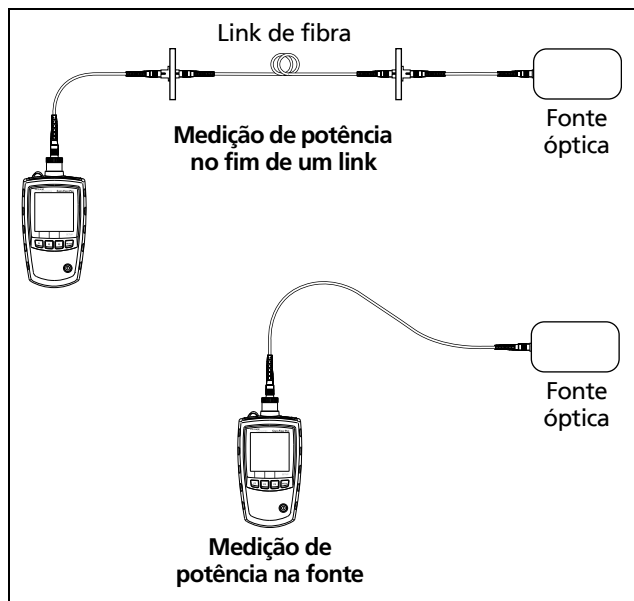

Figura 7. Conexões para medição de potência
- 3 Faça as conexões de acordo com a Figura 7.